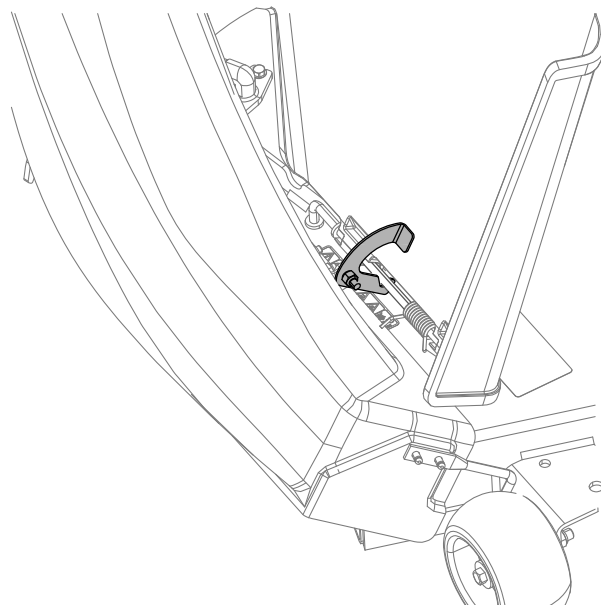
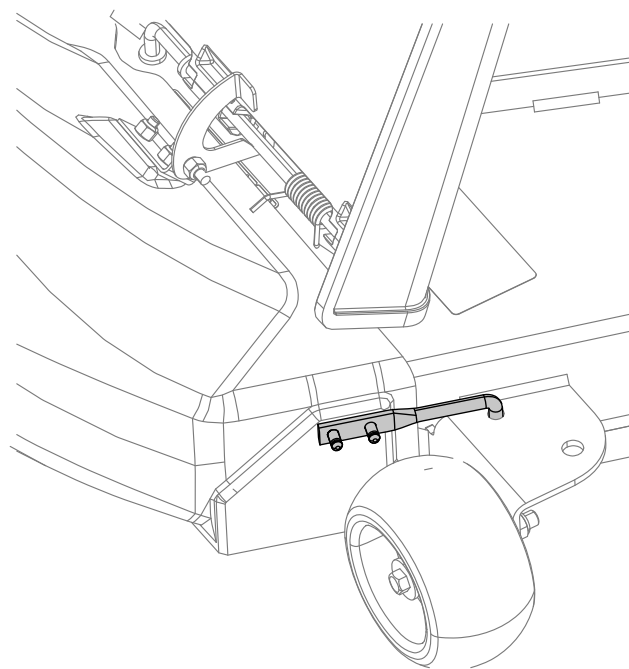

Figura 26
Figura 27
4. La partea superioară a jgheabului, cuplați elementul de fixare în formă de cârlig pe tija de pivotare a ansamblului deflector (Figura 26 și Figura 27).